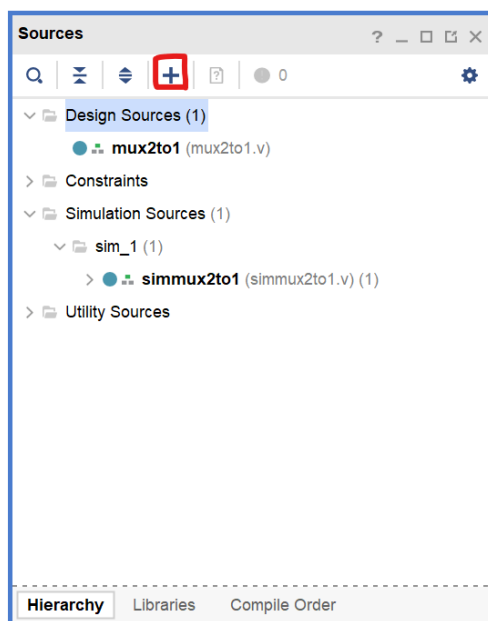

图 4.4.1 创建源文件
- (1) 建立 Verilog PC 源文件。点击 “+” 号（图 4.4.1），选择 “Add or create